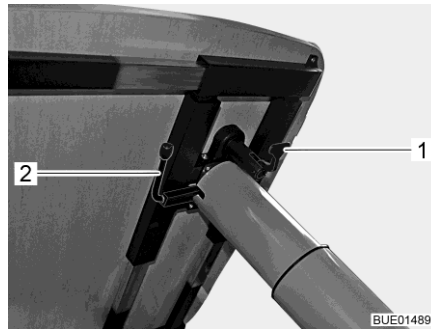

Bild 124 Inställning lyftbord
- Fäll ned låsarmen (Bild 124,1).
- Sväng spaken (Bild 124,2) under bordsskivan 180° medurs. Lyftmekanismen i bordsbenet låses upp.
- Sväng spaken (Bild 124,2) under bordsskivan 180° medurs. Bordsskivan åker själv upp till det övre ändläget.